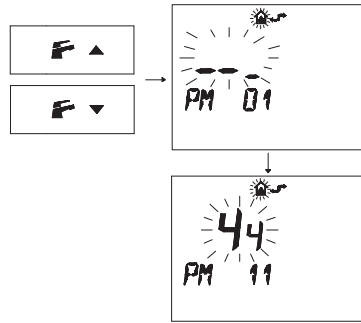

Fig. 5.76
- Premere i pulsanti F o F per visualizzare la programmazione "**PM11**" della postcircolazione pompa (Fig. 5.76).